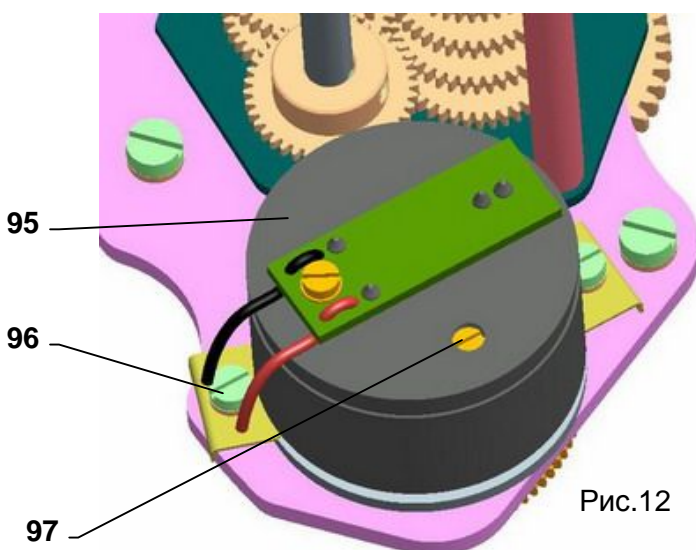

Рис.12
4.7 Установка емкостного датчика (рис.12)
С помощью триммера (97),Рис.12 можно унифицировать выходной сигнал емкостного датчика, установить его для любой величины хода , отвечающей приблизительно от 50% и до 100% максимальных рабочих оборотов на данном ступени по Таб. No 3.